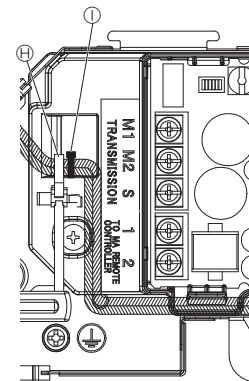

Fig. 5-7
5. Ein Band an der optionalen Leitung anbringen und gegen Zugbelastung sichern. (Fig. 5-7)